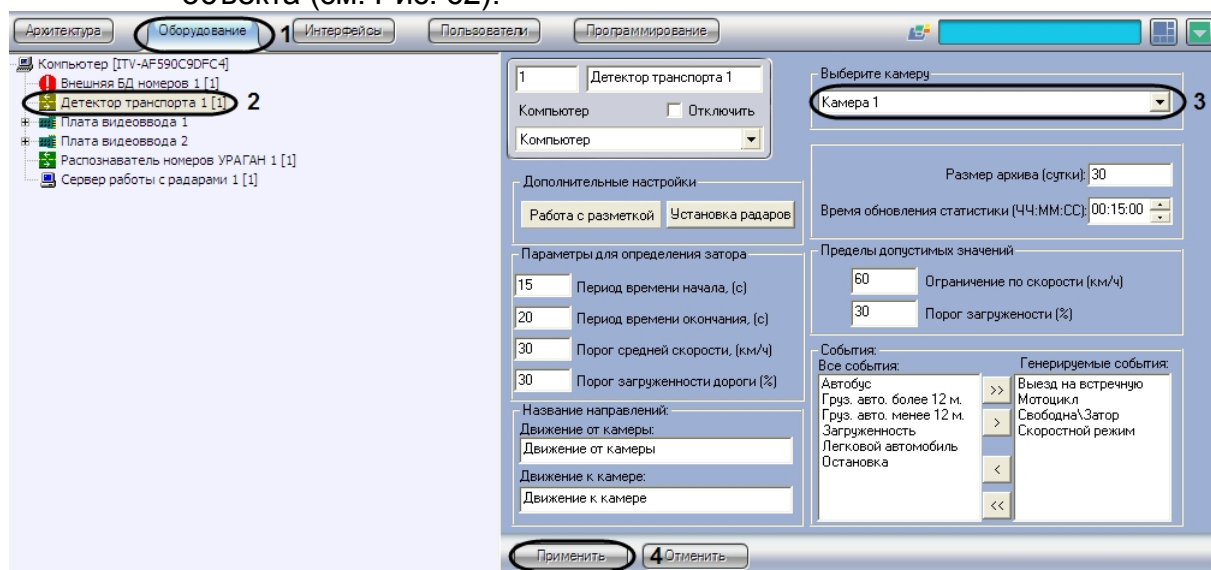

Рис. 62. Выбор объекта «Камера» для совместной работы с программным модулем «Детектор транспорта»
- В дереве объектов на вкладке «Оборудование» выбрать объект «Детектор транспорта», соответствующий настраиваемому программному модулю «Детектор транспорта». В правой части вкладки «Оборудование» отобразится панель настройки выбранного объекта (см. Рис. 62).